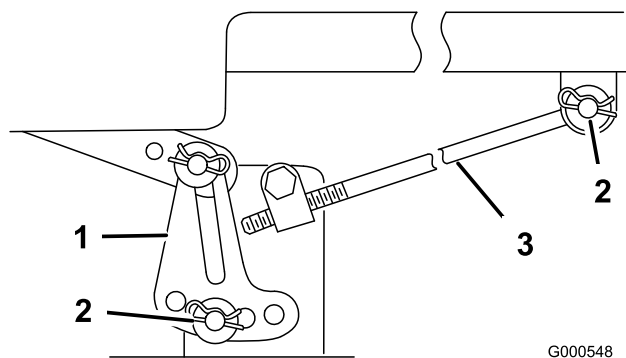

Figure 49
Remarque: Avant de déposer le plateau de coupe, notez les trous de fixation des pattes de mise à niveau (Figure 49).
5. Retirez la goupille fendue et la rondelle de la tige de réglage (Figure 49) de chaque côté du plateau de coupe.
6. Retirez la goupille fendue et la rondelle des pattes de mise à niveau (Figure 49) de chaque côté du plateau de coupe. Notez le trou de montage de la patte de mise à niveau en prévision de la repose. Dégagez les pattes de l'axe de montage
5. Fixez la tige de réglage à la machine à l'aide de la rondelle et de la goupille fendue (Figure 49) de chaque côté du plateau de coupe.
6. Glissez les pattes de mise à niveau sur les axes de montage et fixez-les à l'aide des rondelles et des goupilles fendues (Figure 49).